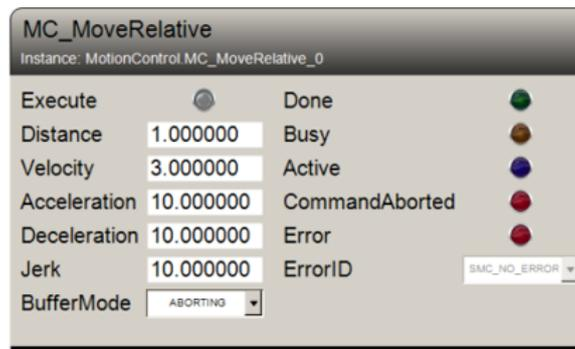

Figura 3.10: Ejemplo de configuración de movimiento relativo para el servomotor.
- En el modelo **MC_MoveRelative**, ajuste las variables relativas al movimiento (**Distance**, **Velocity**, **Acceleration**, **Deceleration** y **Jerk**) como es presentado en la Figura 3.10. Luego de eso, haga clic en el botón **Execute** para iniciar el movimiento.